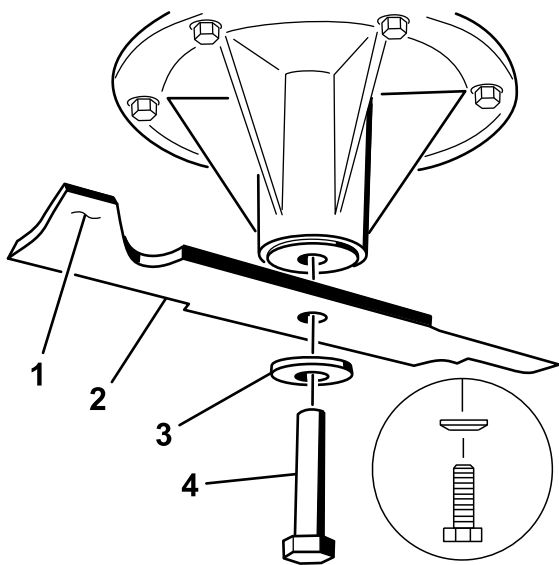
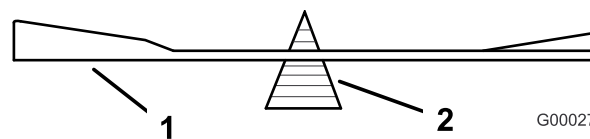

Figura 99
Figura 101
2. Togliete il bullone, la rondella curva e la lama dall'asse del fusello (Figura 99).
2. Controllate l'equilibrio della lama posizionandola su un bilanciatore (Figura 101). Se la lama rimane in posizione orizzontale, è bilanciata e può essere utilizzata. Se la lama non è bilanciata, limate del metallo soltanto dalla costa (Figura 99). Ripetete la procedura finché la lama non è perfettamente bilanciata.